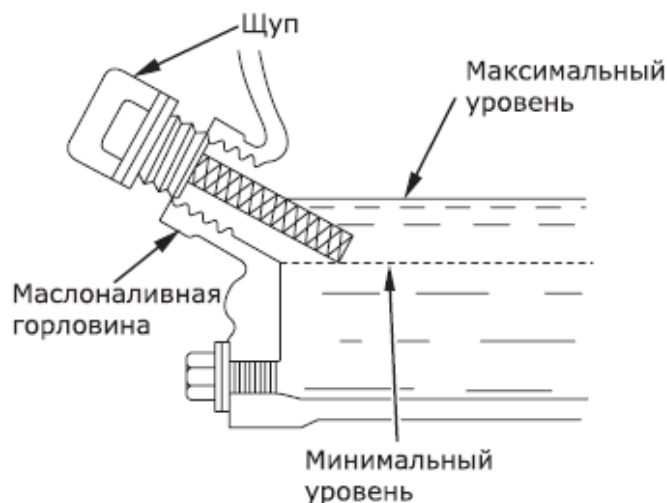

Рис. 3 – Заполнение маслом картера двигателя
- отверните и извлеките масляный щуп, проверьте уровень масла, медленно долейте масло до нужного уровня по меткам на щупе или краю маслоналивной горловины (рис. 3);